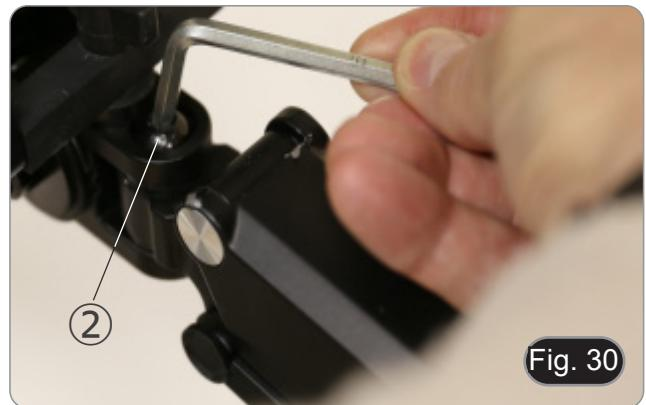

Fig. 30
1. À l'aide d'une clé Allen de 6 mm (P), desserrez la vis de ②, faites pivoter l'appareil dans la position souhaitée, puis resserrez la vis. (Fig. 30)